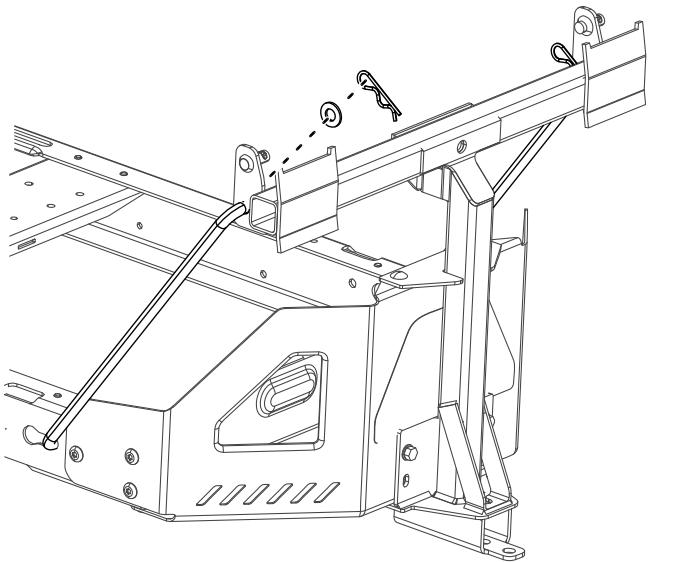

Figura 8
4. Instale el extremo doblado y abocinado de una varilla en la ranura en forma de bocallave del lado izquierdo del bastidor de la máquina, y mueva la varilla hacia atrás para encajarla en el bastidor (Figura 8).
5. Introduzca los extremos doblados de las varillas en la placa de enganche, según se indica en Figura 8, y sujeté el extremo de cada varilla con una arandela y una chaveta.
2. Instale los soportes de giro sobre el bastidor de giro (Figura 8).